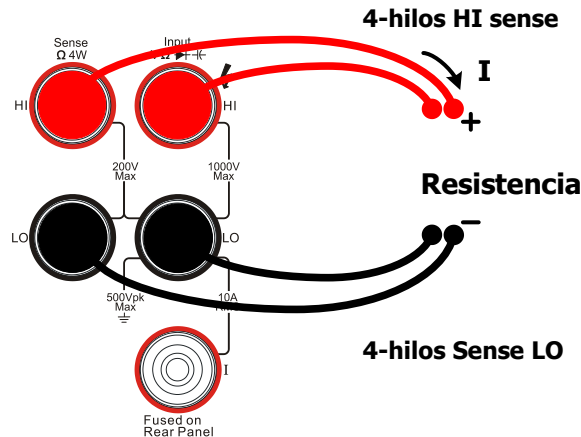

Figura 2-20 Esquema de conexiones
1. Conecte las puntas de prueba rojas a los terminales de entrada HI y HI Sense y las puntas negras a los terminales de entrada LO y LO Sense como se ve en l Figura 2-20. Finalmente conecte las puntas de prueba a ambos lados de la resistencia medida.